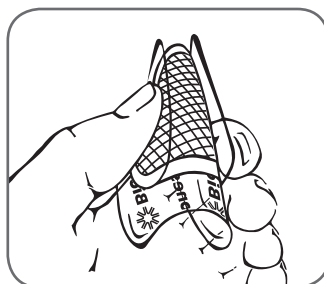

Abbildung 6-10: Teilen der zweigeteilten Schutzfolie auf der L300-Hydrogel-Elektrode
5. Teilen Sie die zweigeteilte Schutzfolie auf den L300-Hydrogel-Elektroden, und entsorgen Sie sie (siehe Abbildung 6-10).